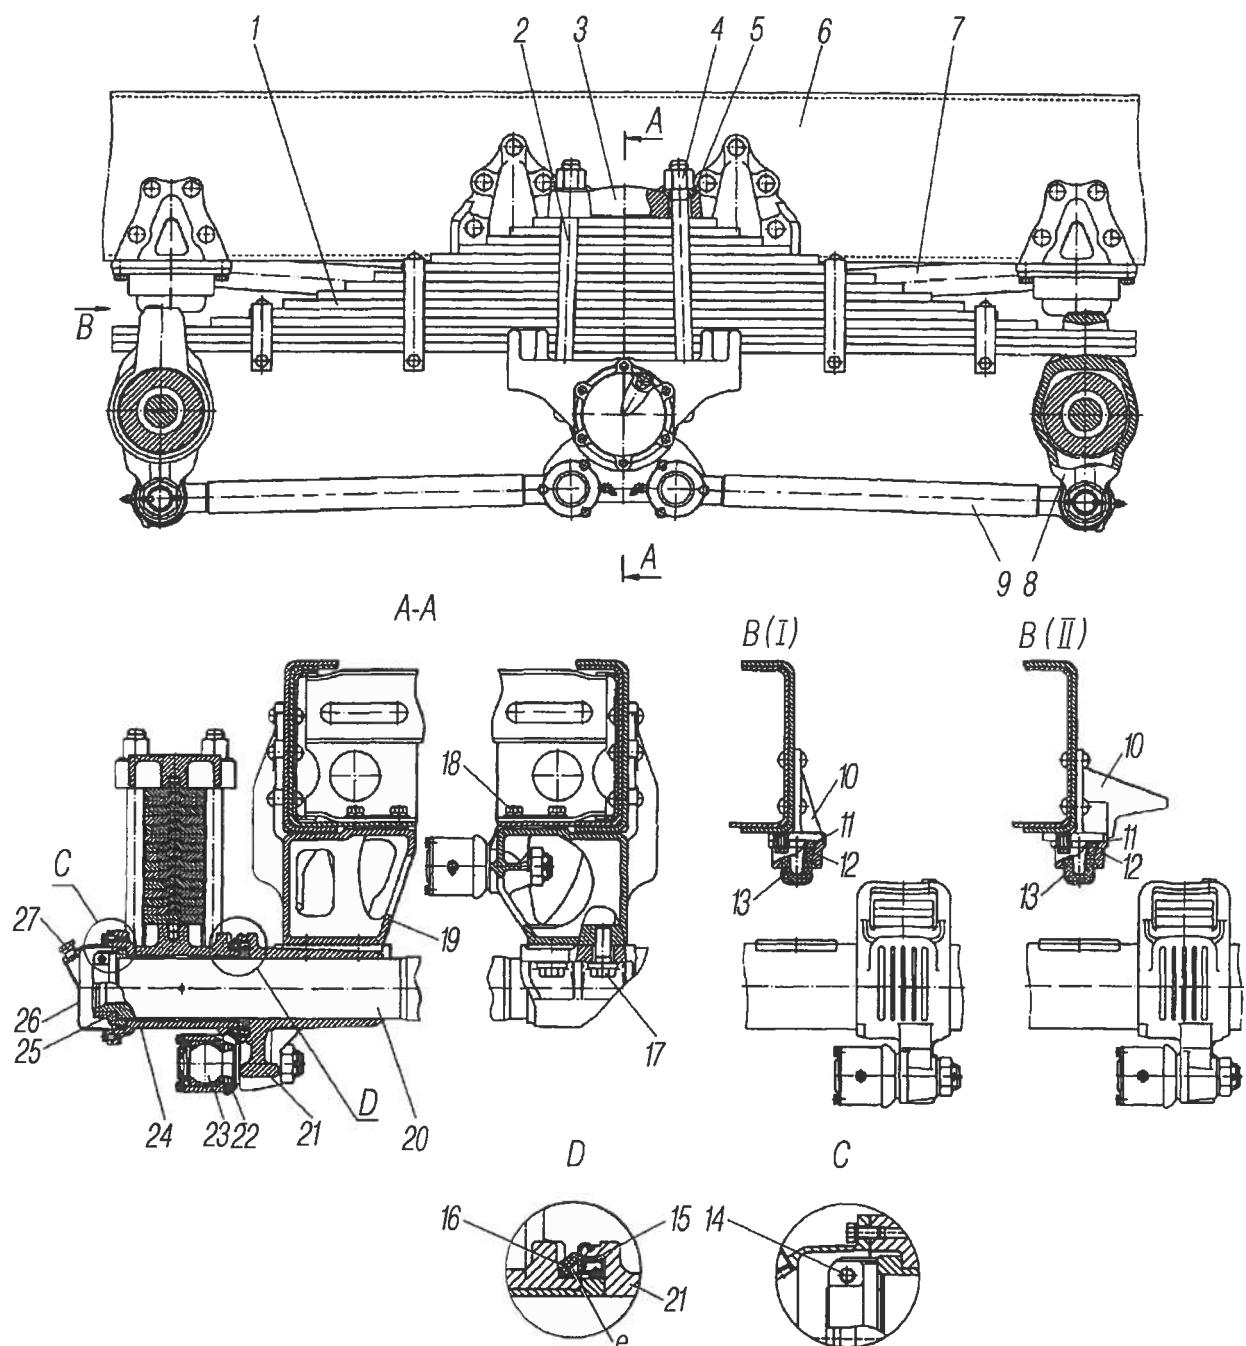

Рис. 42. Подвеска среднего и заднего мостов:
**Задняя подвеска** балансирующего типа, концы рессор входят в проушины опорных кронштейнов 8 (рис. 42).
Для снятия стремянки 2 (см.рис. 42) без отсоединения реактивных штанг поддомкратить автомобиль, установить под ось балансира или раму подставу.